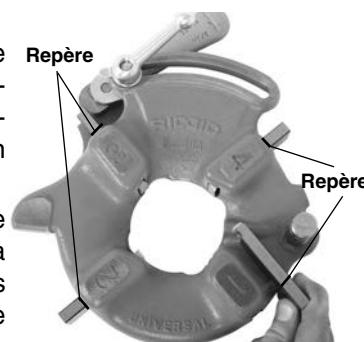

Figure 8 – Insertion des filières
4. Dégarez la languette de la rondelle de la barre graduée, puis amenez la rondelle jusqu'en fin de course (Figure 8).
6. Insérez les filières appropriées dans la tête de filière avec leur chiffre en haut jusqu'à ce que leur repère arrive à fleur de la tête (Figure 8). Les chiffres estampés sur les filières doivent correspondre à ceux des logements de la tête. Les filières doivent toujours être remplacées au complet. Ne jamais mélanger des filières issues de différent jeux.